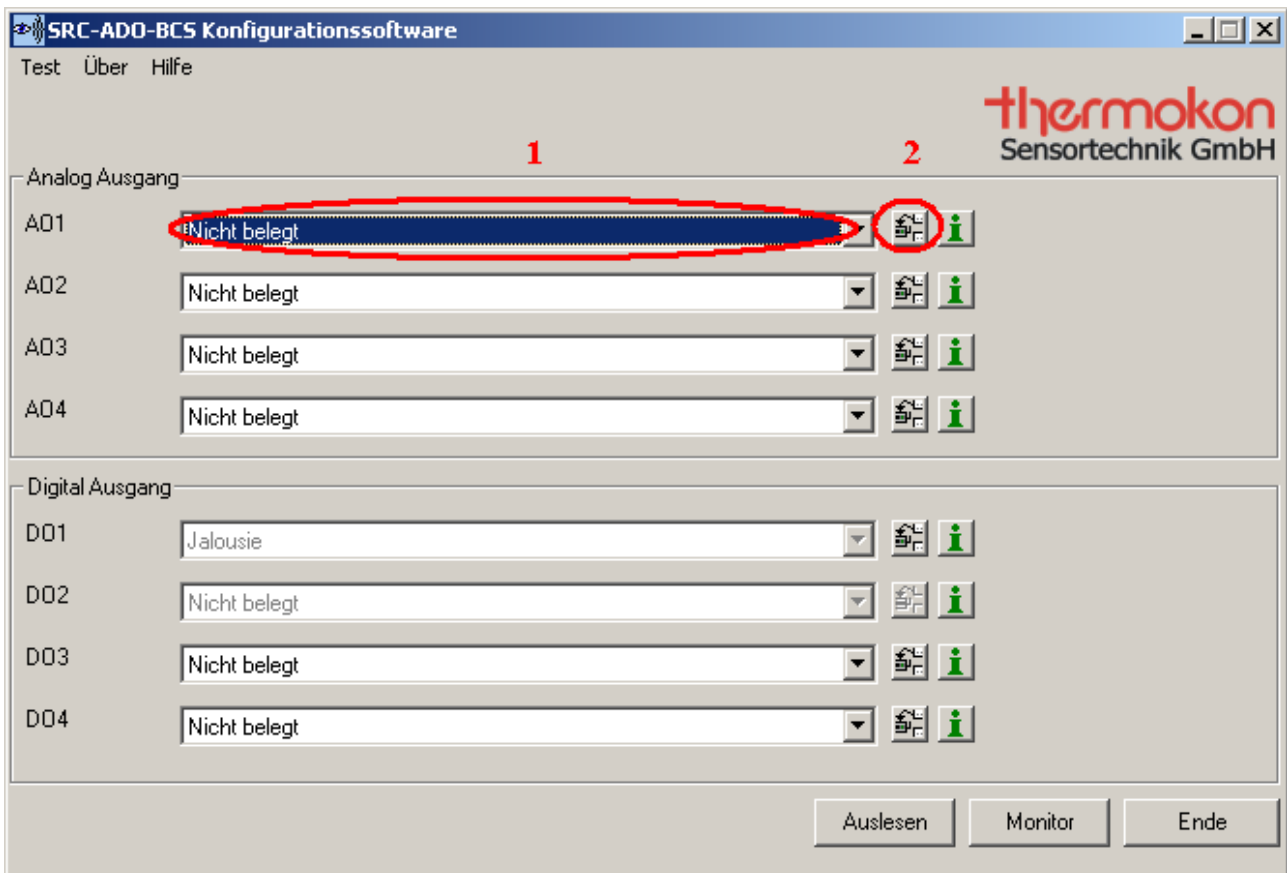

Abbildung 4-25: Ausgang löschen
Zum Löschen eines Ausgangs darf kein Sensor dem Ausgang zugewiesen sein. In der Registerkarte Sensoren darf somit kein Häkchen bei Auswahl angekreuzt sein. Zum Löschen des Ausgangs muss die Funktion „nicht belegt“ (1) ausgewählt werden. Dann auf den Button „Sensor konfigurieren“ (2) drücken (Abbildung 4-25). Nun ist der Ausgang gelöscht.